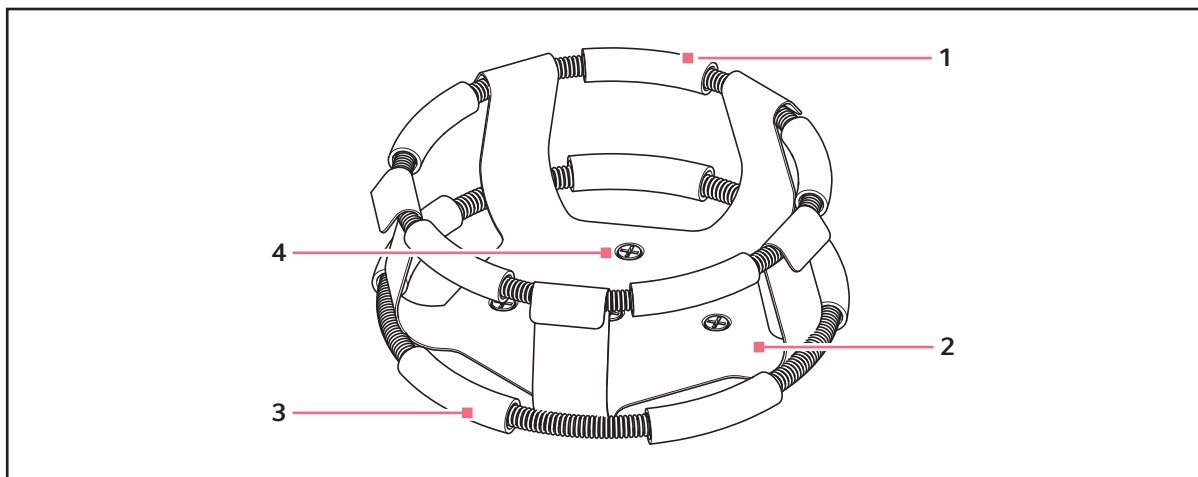

Abb. 8-3: Halteklammer installieren
2. Setzen Sie einen leeren Kolben in die Halteklammer mit dem ersten Gurt oben am Klammerkörper (wie geliefert) (siehe Abb. 8-3 auf S. 44).